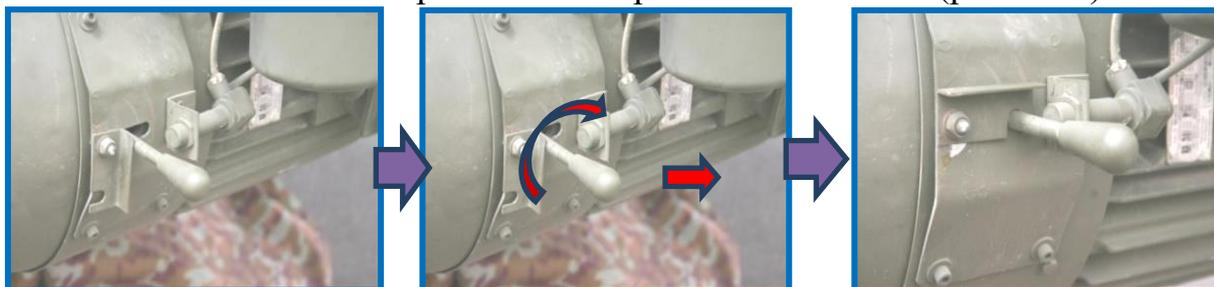

Рис. 2.14. Выключение тормоза азимутального привода
3. Расфиксировать (выключить) тормоз АЗП, подав рычаг в сторону антенной колонки и застопорив его стопорным механизмом (рис. 2.14).